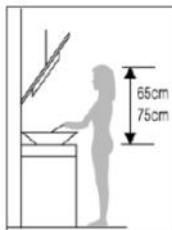

Fig. 1
3. Pour une utilisation optimale, la hotte aspirante devrait être installée à une distance de 65-75 cm au-dessus de la surface de cuisson (voir fig. 1).